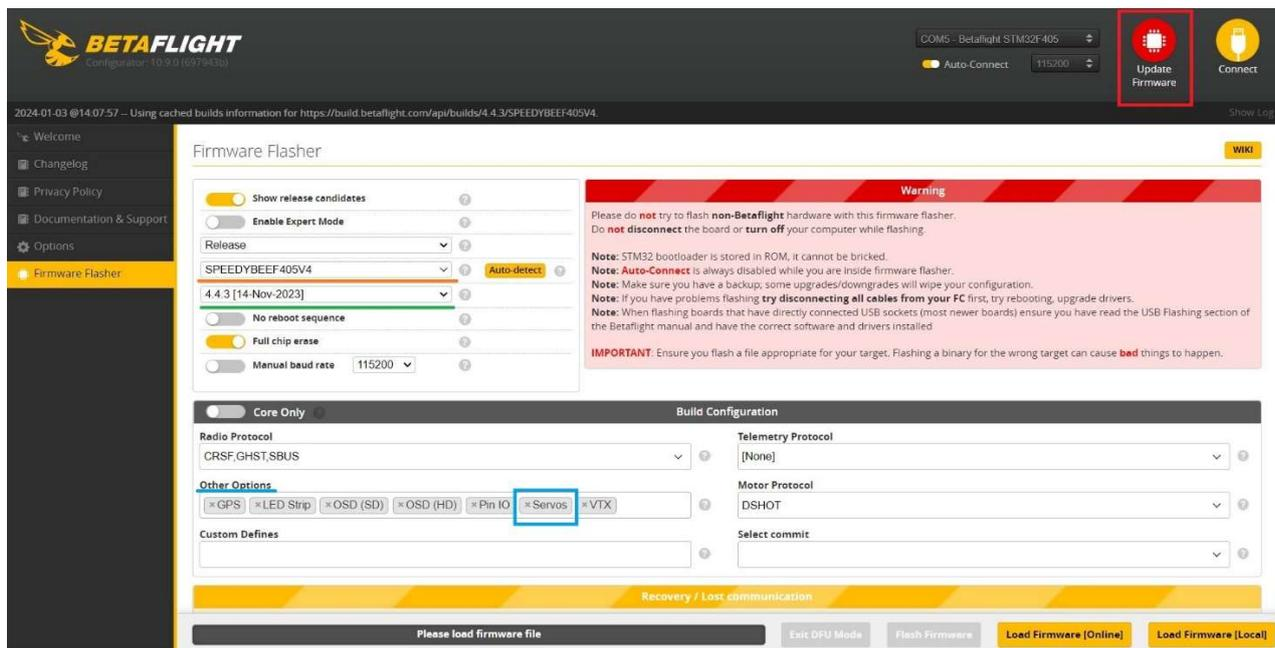

Рис.6 – Оновлення прошивки
2.3.2 Натисніть на кнопку «Update Firmware» у верхньому правому куті програми BetaFlight (див. рис.6 виділене червоним).
2.3.3. Виберіть ваш польотний контролер та останню версію прошивки (див. рис.6 виділене помаранчевим та зеленим).
2.3.4 У рядку «Other Options» додайте функцію «Servos» (див. рис.6 виділене синім кольором)